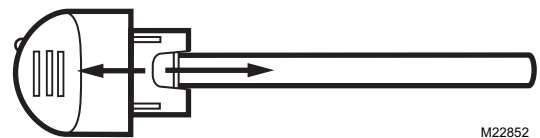

**Fig. 17. La bombilla debe encajar en su lugar.**
- Gire el soporte de la lámpara en el sentido de las manecillas del reloj hasta que encaje en su lugar y hasta que el indicador de luz de la lámpara esté alineado con el botón levantado en la cubierta de la unidad. Vea la Fig. 17.
9. Rote la lámpara en el sentido de las manecillas del reloj hasta que encaje en su lugar y el indicador de luz de la lámpara esté alineado con el botón levantado en la cubierta de la unidad. Vea la Fig. 17.